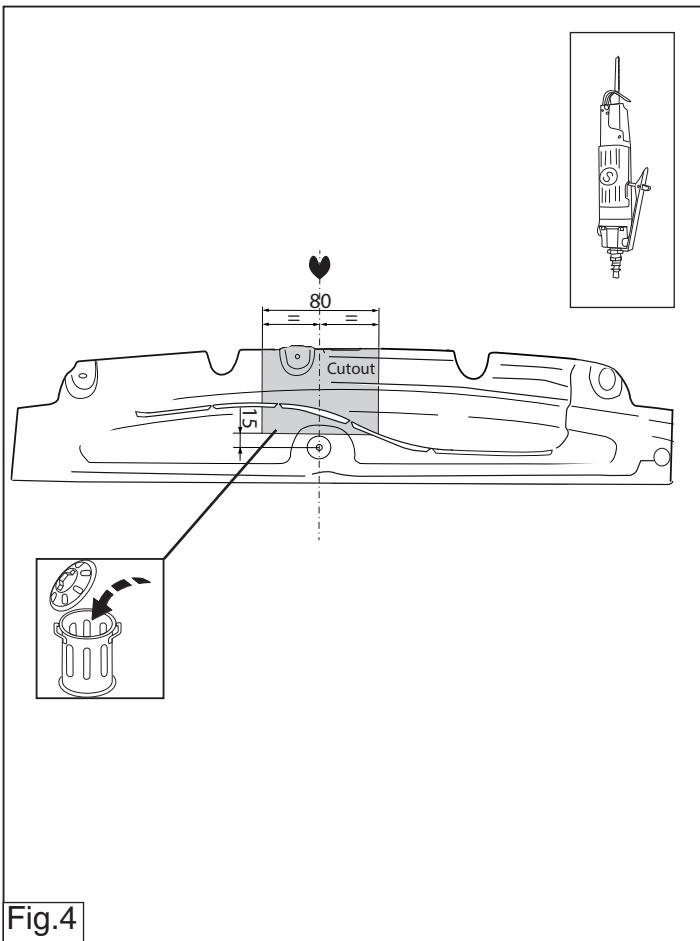

Fig.4
- Выпилить обозначенную часть, как указано на рис. 4.